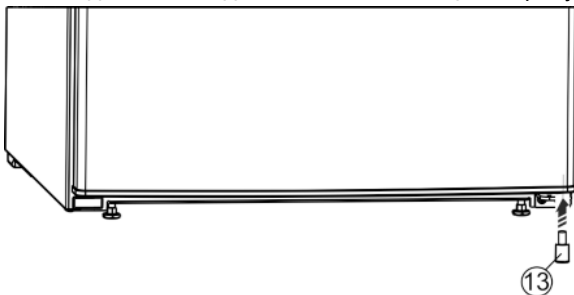

Fig. 7
- Снова вставьте в дверь распорную деталь Fig. 7 (13) справа внизу - это важно для обеспечения устойчивости устройства.